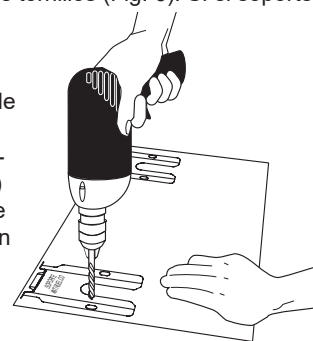

Fig. 6
- b. **Taladre los agujeros y fije el soporte** - Taladre un agujero piloto de 1/8" donde se instalarán los tornillos (Fig. 6). Si el soporte se instala en la pared, realice un orificio de guía en un ángulo aproximado de 20° hacia abajo.